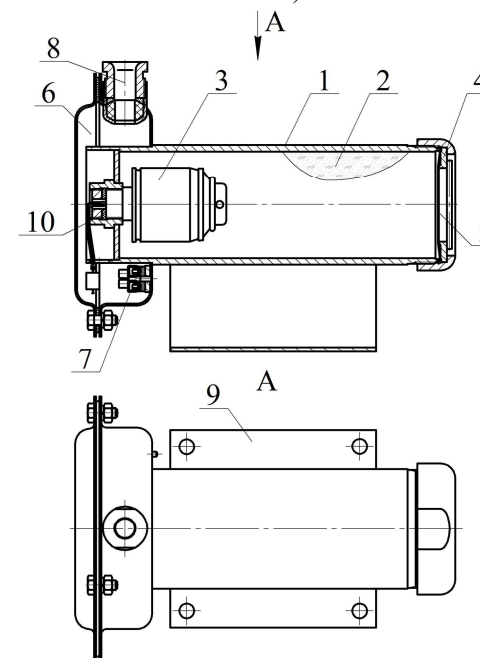

Рисунок 1
4.1.1 МПП (см. рисунок 1) состоит из корпуса **1**, в котором размещаются огнетушащий порошок (ОП) **2** и источник холодного газа (ИХГ) **3**. В передней части корпуса находится насадок-распылитель **4**, выходное отверстие которого перекрыто мембраной **5**.
- ИХГ-0,65(М)-04 СИАВ 066614.025.000 ТУ (поз. 3 рисунок 1) – 1 шт.;
- резиновая прокладка черт. СИАВ 634233.006.023-01 (поз. 10 рисунок 1) – 1 шт.;
- огнетушащий порошок ИСТО-1 ТУ 2149-001-54572789-00 (поз. 2 рисунок 1) - 0,5 кг;
- мембрана черт. СИАВ 634233.007.005 (поз. 6 рисунок 1)- 1 шт.